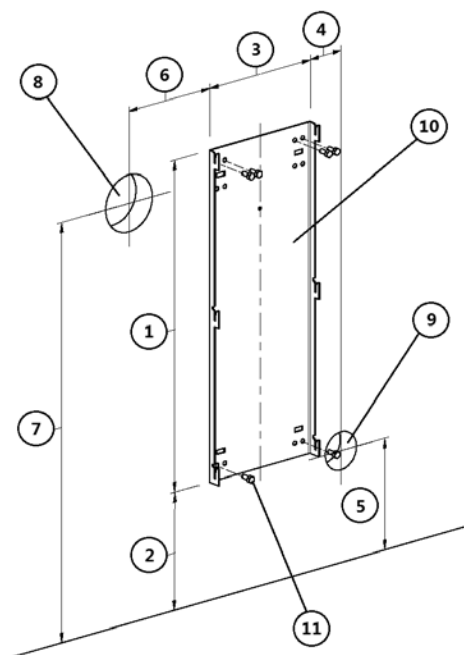

Fig. 35 - Fixation au mur non inflammable
- Fixez au mur avec le support arrière avec chevilles métalliques aptes à supporter le poids du poêle (voir Fig. 35).